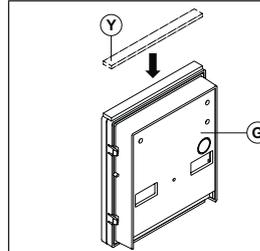

Fig. 7
Appliquer le joint adhésif (Y) comme illustré sur la Fig. 7.